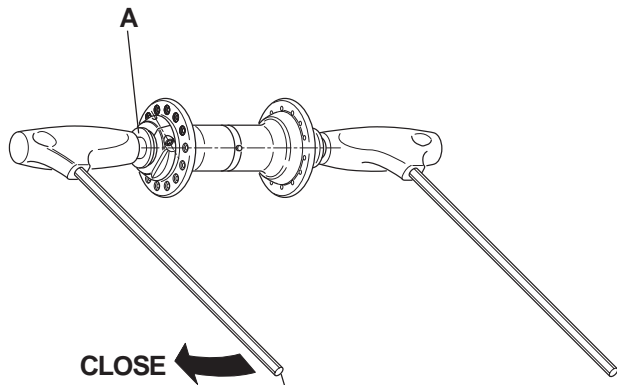

Fig. 10
- Stringete il dado di bloccaggio (A) con una coppia di serraggio di 12 N.m.- 8.8 lb.ft. contrastando la rotazione del perno con l'altra chiave a brugola da 5 mm inserita nell'estremità opposta (Fig. 10).
- Tighten clamping nut (A) to a torque of 12 N.m. - 8.8 lb.ft., countering axle rotation with the other 5 mm Allen wrench fitted on the opposite end (Fig. 10).
- Die Führungsbuchse des Schnellspanners (A) mit einem Drehmoment von 12 N.m. - 8.8 lb.ft. (Abb. 10) anziehen, wobei der Rotation der Achse mit dem zweiten 5 mm Inbusschlüssel, der auf der gegenüberliegenden Seite eingeführt ist, entgegengewirkt wird.
- Serrez l'écrou de blocage (A) avec un couple de serrage de 12 N.m. - 8.8 lb.ft, en empêchant la rotation de l'axe avec l'autre clé à 6 pans de 5 mm. fixée à l'extrémité opposé (Fig.10).
- Apretar la tuerca de bloqueo (A) con par de torsión de 12 N.m.- 8.8 lb.ft. (Fig.10) contrastando la rotación del eje con la otra llave allen bien introducida en la extremidad opuesta del eje.
- Draai moer (A) vast met een moment van 12 Nm-8.8 lb.ft., terwijl u de as vasthoudt met de andere 5 mm inbussleutel aan het andere einde van de as. (fig. 10).